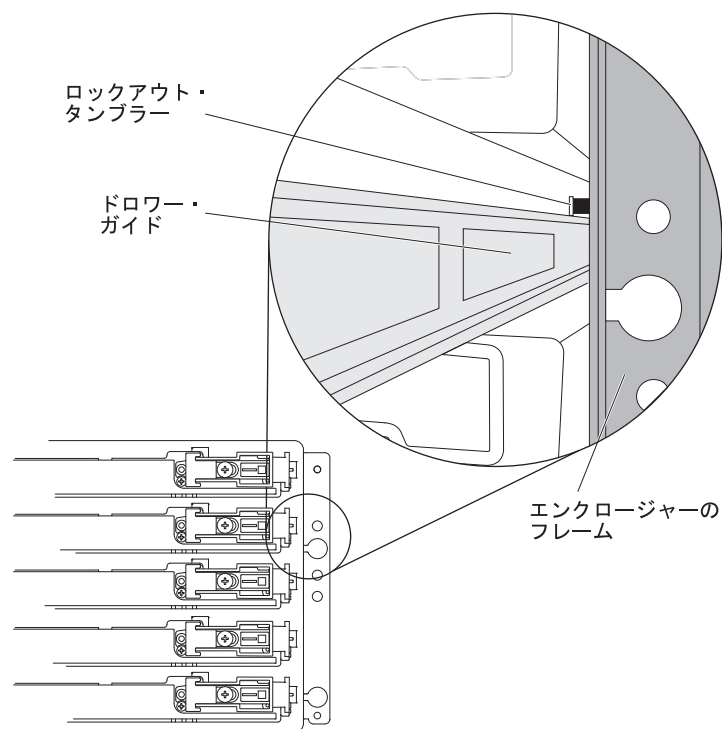

図 91. ロック・タンブラーがドロワー・ガイドより上にある場合
- a. ストレージ拡張エンクロージャーの前面で、新しいドライブ・ドロワーをスロットに取り付け、その際に、ロックアウト・タンブラーが必ずドロワー・ガイドより上にくるようにします。 ロックアウト・タンブラーは、フレームに取り付けられている小さな位置合わせ部品です。 165 ページの図 91 に、エンクロージャーの前面から見た、ロックアウト・タンブラーの位置を示します。